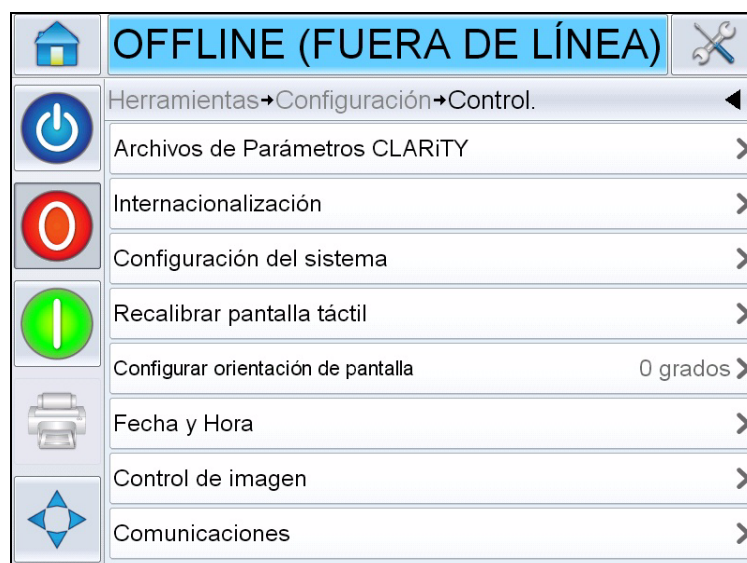

Figura 5-8: Página Control
- 1 Vaya a *Herramientas > Configuración > Control*. Aparecerá la página *Control* (Figura 5-8).